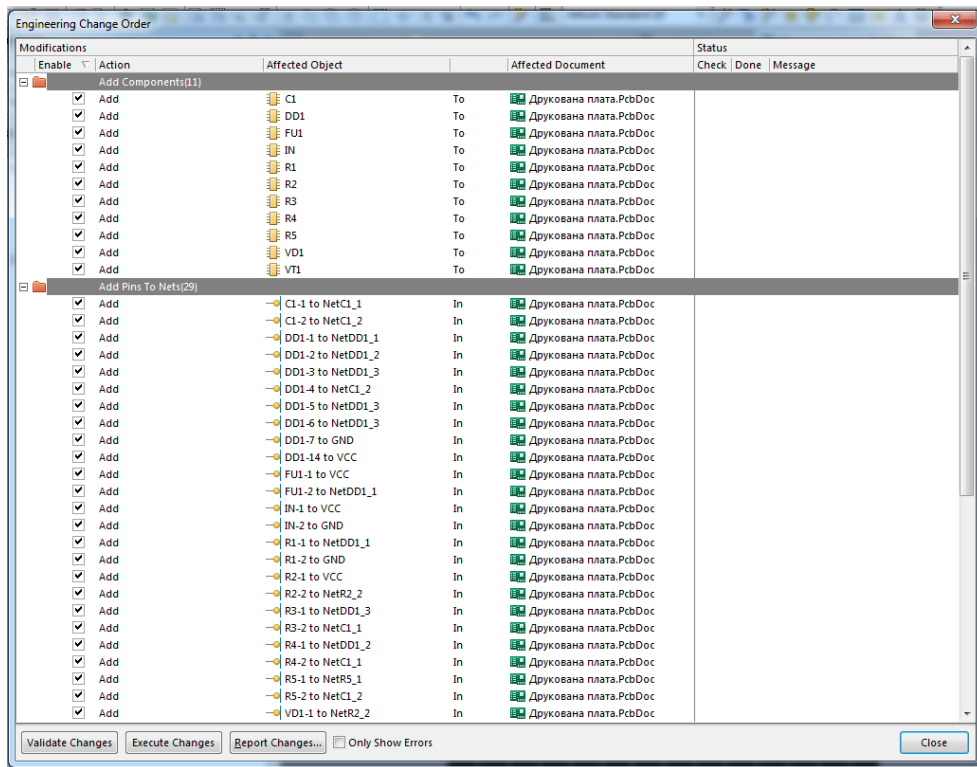
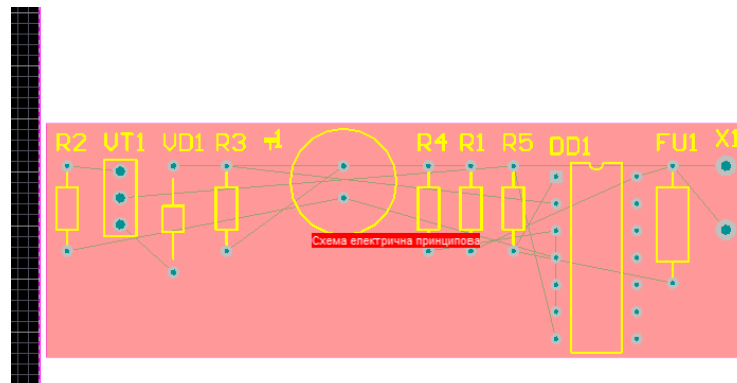

Рис. 5.6
Рис. 5.7
2) У вкладці **Design** оберіть **Import Changes From**. У вікні, що відкрилося (Рис. 5.6), натисніть **Validate Changes**, потім **Execute Changes** і закриваємо вікно. Перенесена схема з'явиться поряд з платою (Рис. 5.7). Сірі нитки позначають з'єднання елементів. Видаліть червоне поле натисканням по ньому лівою кнопкою миші і натисканням клавіші [Delete].